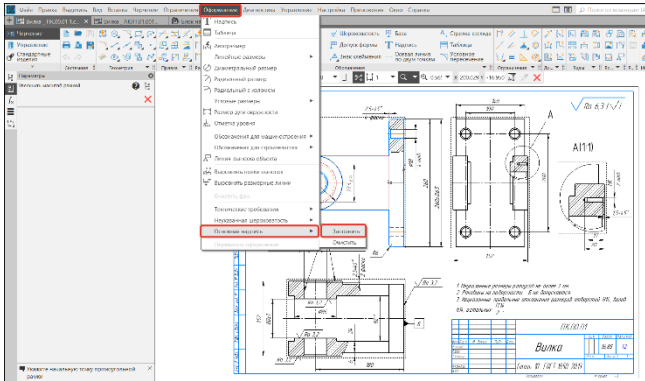

Рисунок 285 – Заполнение основной надписи
- В панели управления выберем команду Заполнить основную надпись (Рисунок 285), либо дважды кликнем левой кнопкой мышки на штамп основной надписи на чертеже;